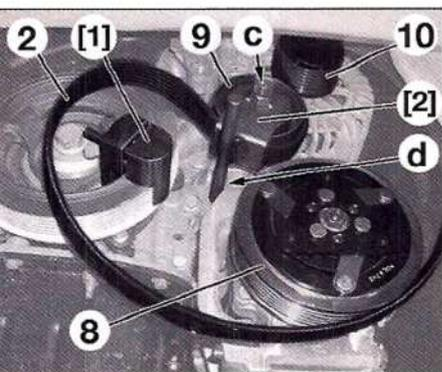

FIG. 15
- Poner la correa (2) en la polea del alternador (10) y del compresor de climatización (8) (Fig.15).
- Colocar el útil [2] sobre el rodillo guía (9). Este útil servirá de guía a la correa y la mantendrá en posición al montar.
- Bloquear el útil [2] apretando la fijación (11) (Fig.15).